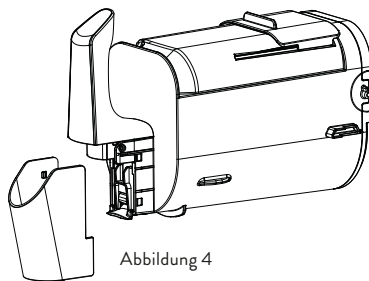

Abbildung 4
3. Auslass reinigen: Abdeckung entfernen (Abbildung 4), Halterung an der Arretierungsstelle drücken, Auslassgriff öffnen und Baugruppe entnehmen (siehe Abbildungen 5 + 6). Gründlich reinigen und in umgekehrter Reihenfolge wieder zusammensetzen.